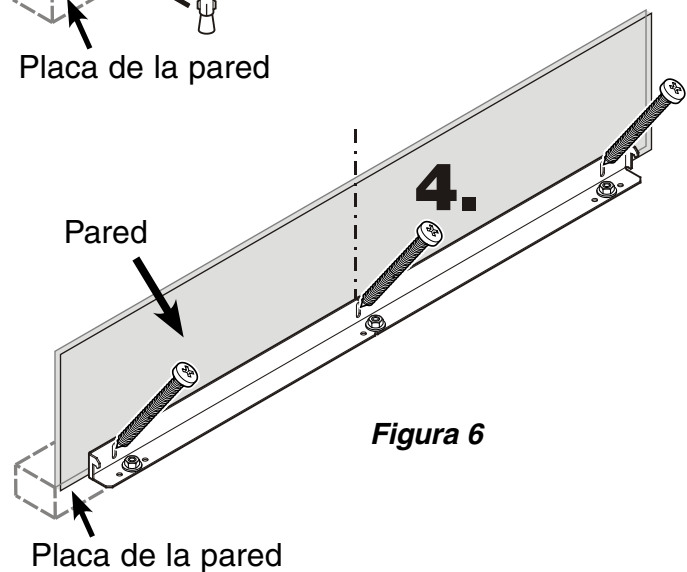

Figura 6
4. Fije la escuadra con 3 tornillos (1/4" x 2-1/8") a la placa de la pared (**Figura 6**).